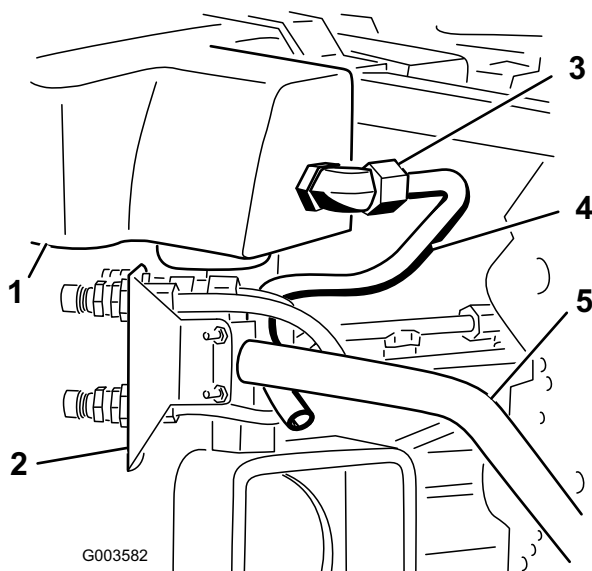
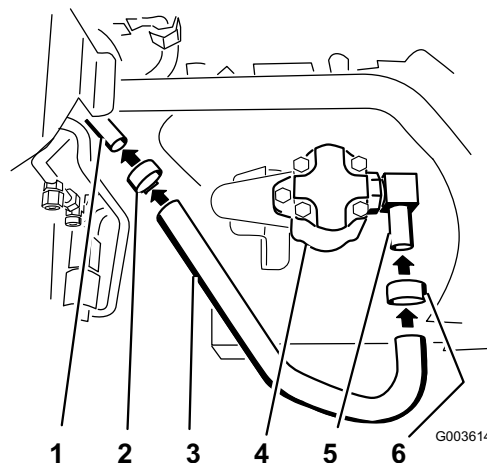
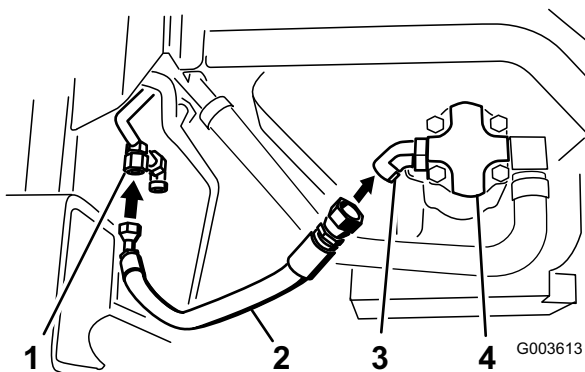
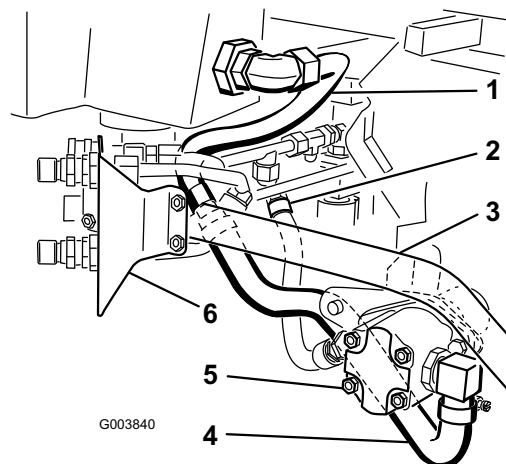

Figure 25
Figure 26
Figure 29
Figure 30
4. Placez la conduite hydraulique N° 3 dans la machine comme illustré à la Figure 25.
crépine et le réservoir hydraulique (Figure 25 et Figure 30).
2. Raccordez le grand flexible hydraulique au raccord coudé à 90° qui est monté sur le côté de la pompe hydraulique (Figure 26 et Figure 30).
3. Serrez un collier sur le flexible autour du raccord coudé (Figure 26).
4. Raccordez le grand flexible hydraulique à la conduite hydraulique N° 3 (Figure 26).
5. Serrez le collier autour du flexible et de la conduite hydraulique N° 3 (Figure 26).
7. Raccordez le flexible hydraulique avec les raccords au raccord coudé à 45° qui est fixé à la pompe hydraulique (Figure 29 et Figure 30). Il va se trouver en dessous du vérin hydraulique.
8. Reportez-vous à la Figure 30 pour positionner correctement les flexibles et les conduites hydrauliques sur la pompe hydraulique.